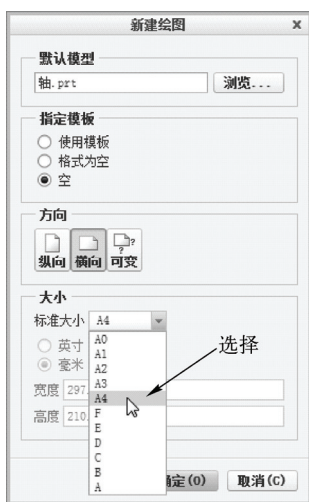

图 14-14 选择“A4”选项
STEP 03 单击“确定”按钮, 弹出“新建绘图”对话框, 在“大小”选项区中单击“标准大小”下拉列表框的按钮, 在弹出的列表中选择“A4”选项, 如图 14-14 所示。